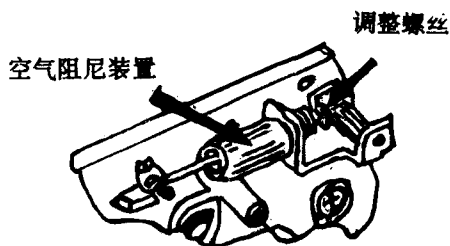

图 1
b. 如 DMP56A 绘图仪,开启仪器的左端界可见到有一空气阻尼装置,见图 1,它用来调节高速工作时绘图笔落笔轻重度。当阻尼过小时,笔就会